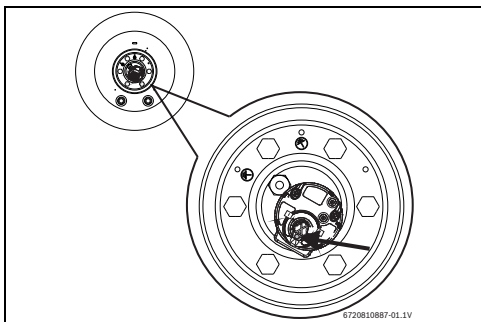

Рис. 14 Кнопка разблокировки (Tronic 1000T/2000T)
- ▶ Полностью нажмите кнопку разблокировки (→ рис. 14 и 15).